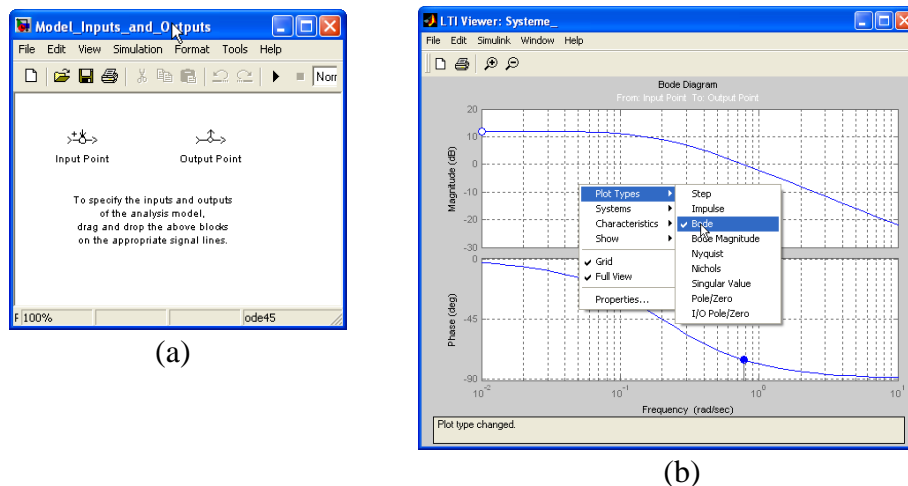

Figure. 5. Utilisation de LTI-Viewer avec Simulink
- spécifiez les entrées-sorties du système que vous voulez étudier grâce aux nœuds fournis par LTI-Viewer (figure 5. (a)).
- à partir de la fenêtre LTI-Viewer : Menu Simulink → Get linearized model (figure. 5.(b)), qui va vous permettre de récupérer le modèle linéarisé d'entrée-sortie que vous venez d'exécuter sous Simulink,